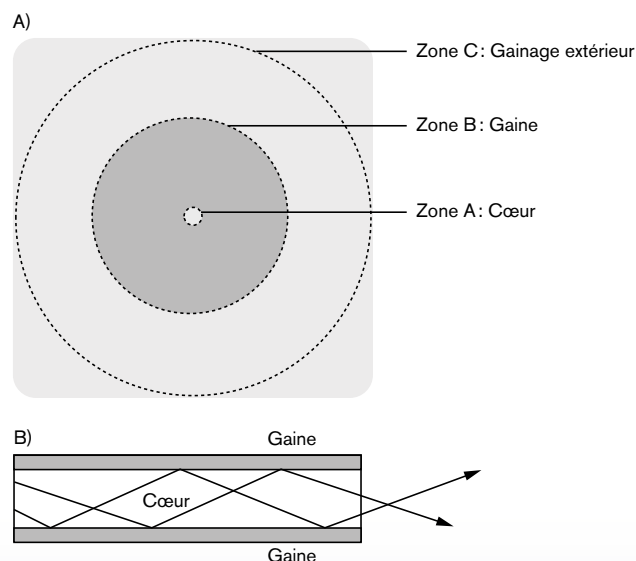

Figure 2. a) Les zones relatives à la ferrule
Dans le connecteur, la ferrule est l'élément qui maintient la fibre en position d'alignement. La ferrule est la partie du connecteur qui connecte soit deux câbles entre eux, soit un câble à un émetteur ou à un récepteur. Conçue en verre, en plastique, en métal ou en céramique, la ferrule est composée de trois zones principales (voir figure 2 a) : (1) la zone A, définie comme le centre de la fibre dans lequel la lumière voyage, (2) la zone B, constituée par la gaine, définie par le matériau optique qui recouvre le cœur et y reflète la lumière et (3), le gainage extérieur, généralement conçu en plastique, qui recouvre la gaine et protège la fibre des dommages et de l'humidité.